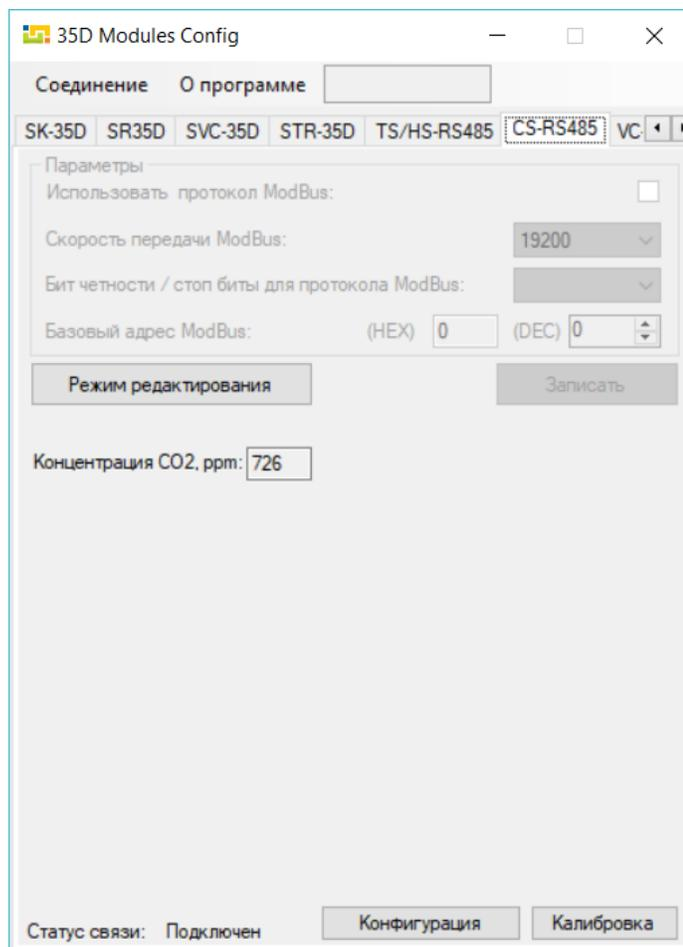

Рисунок 2 – Внешний вид окна ПО 35D_config.exe
- в открывшемся окне (см. рисунок 2) перейдите на вкладку TS/HS-RS485;
ВНИМАНИЕ! В течение 3-х секунд после подачи питания на вход, датчик работает по протоколу **IM**, не зависимо от того, разрешена работа по протоколу **ModBus RTU** или запрещена (пункт "Использовать протокол **ModBus**" (см. рисунок 2)).